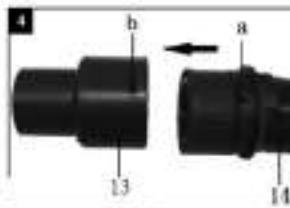

Fig.4
### **3. LIGAR O ADAPTADOR (FIG.4/5)**
Inserir a mangueira de extração de pó (14) no adaptador (13). Ambos os olhares de bloqueio (a) devem ser encaixados nos entalhes (b) no adaptador (Fig.4).